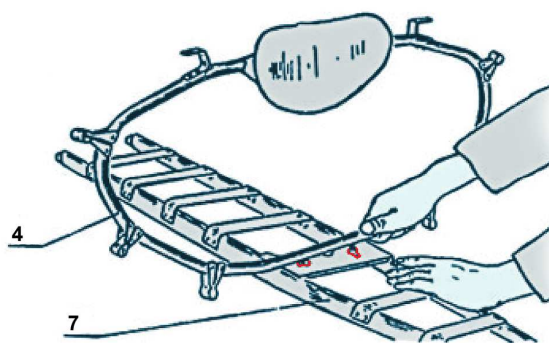

Рисунок 5.
4. Установите на соответствующей пластине кильсона носового 7 средний шпангоут № 2 со спинкой. При установке шпангоута № 2 на пластину кильсона (следить за тем, чтобы спинка смотрела вперед), заведите один из нижних фиксаторов шпангоута в отверстие с поперечным пазом так, чтобы проточка фиксатора вошла в паз, но не до упора. Приподнимите шпангоут так, чтобы зазор между вторым нижним его фиксатором и плоскостью пластины был не более 1 мм. Затем, вращая шпангоут на первом фиксаторе, заведите второй фиксатор в отверстие продольного паза так, чтобы проточка фиксатора находилась в продольном пазе, и задвиньте шпангоут до упора (рис. 5).